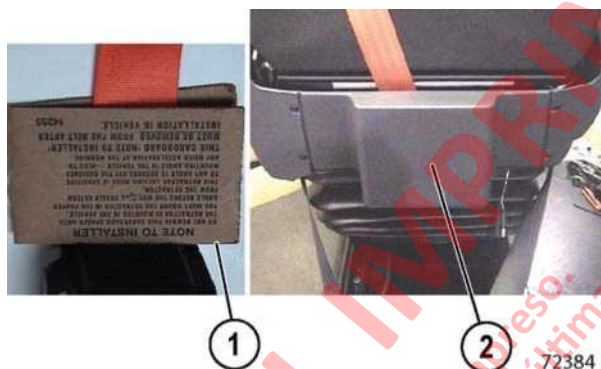

FIGURA 3-25.
14. Retire el cartón Nota (1, figura 3-25) el cinturón de seguridad. Instale la cubierta posterior (2) al bastidor del asiento con los cuatro remaches de plásticos retirados.